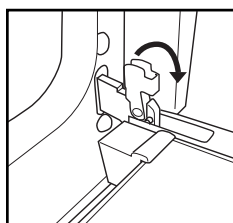

Fig. 1
- Løft opp de to stopperne og trykk dem forover så langt de går (Fig. 1).